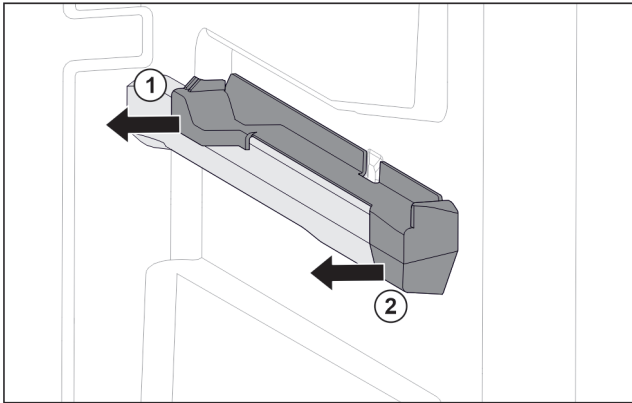

Fig. 73 Insteekelement op rechter containerrib
- ▶ Insteekelement achter naar de zijkant toe eraf trekken. Fig. 73 (1)
- ▶ Insteekelement voor naar de zijkant toe eraf trekken. Fig. 73 (2)